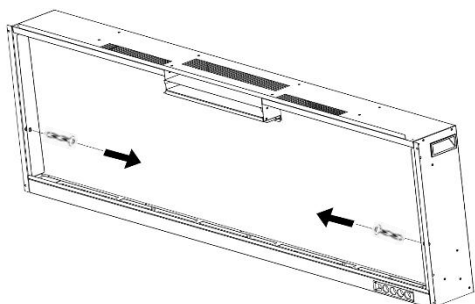

Fig. 2-1
A. Tirar os parafusos (1 por lado) dos lados da lareira. Afastar os parafusos (Fig. 2-1)